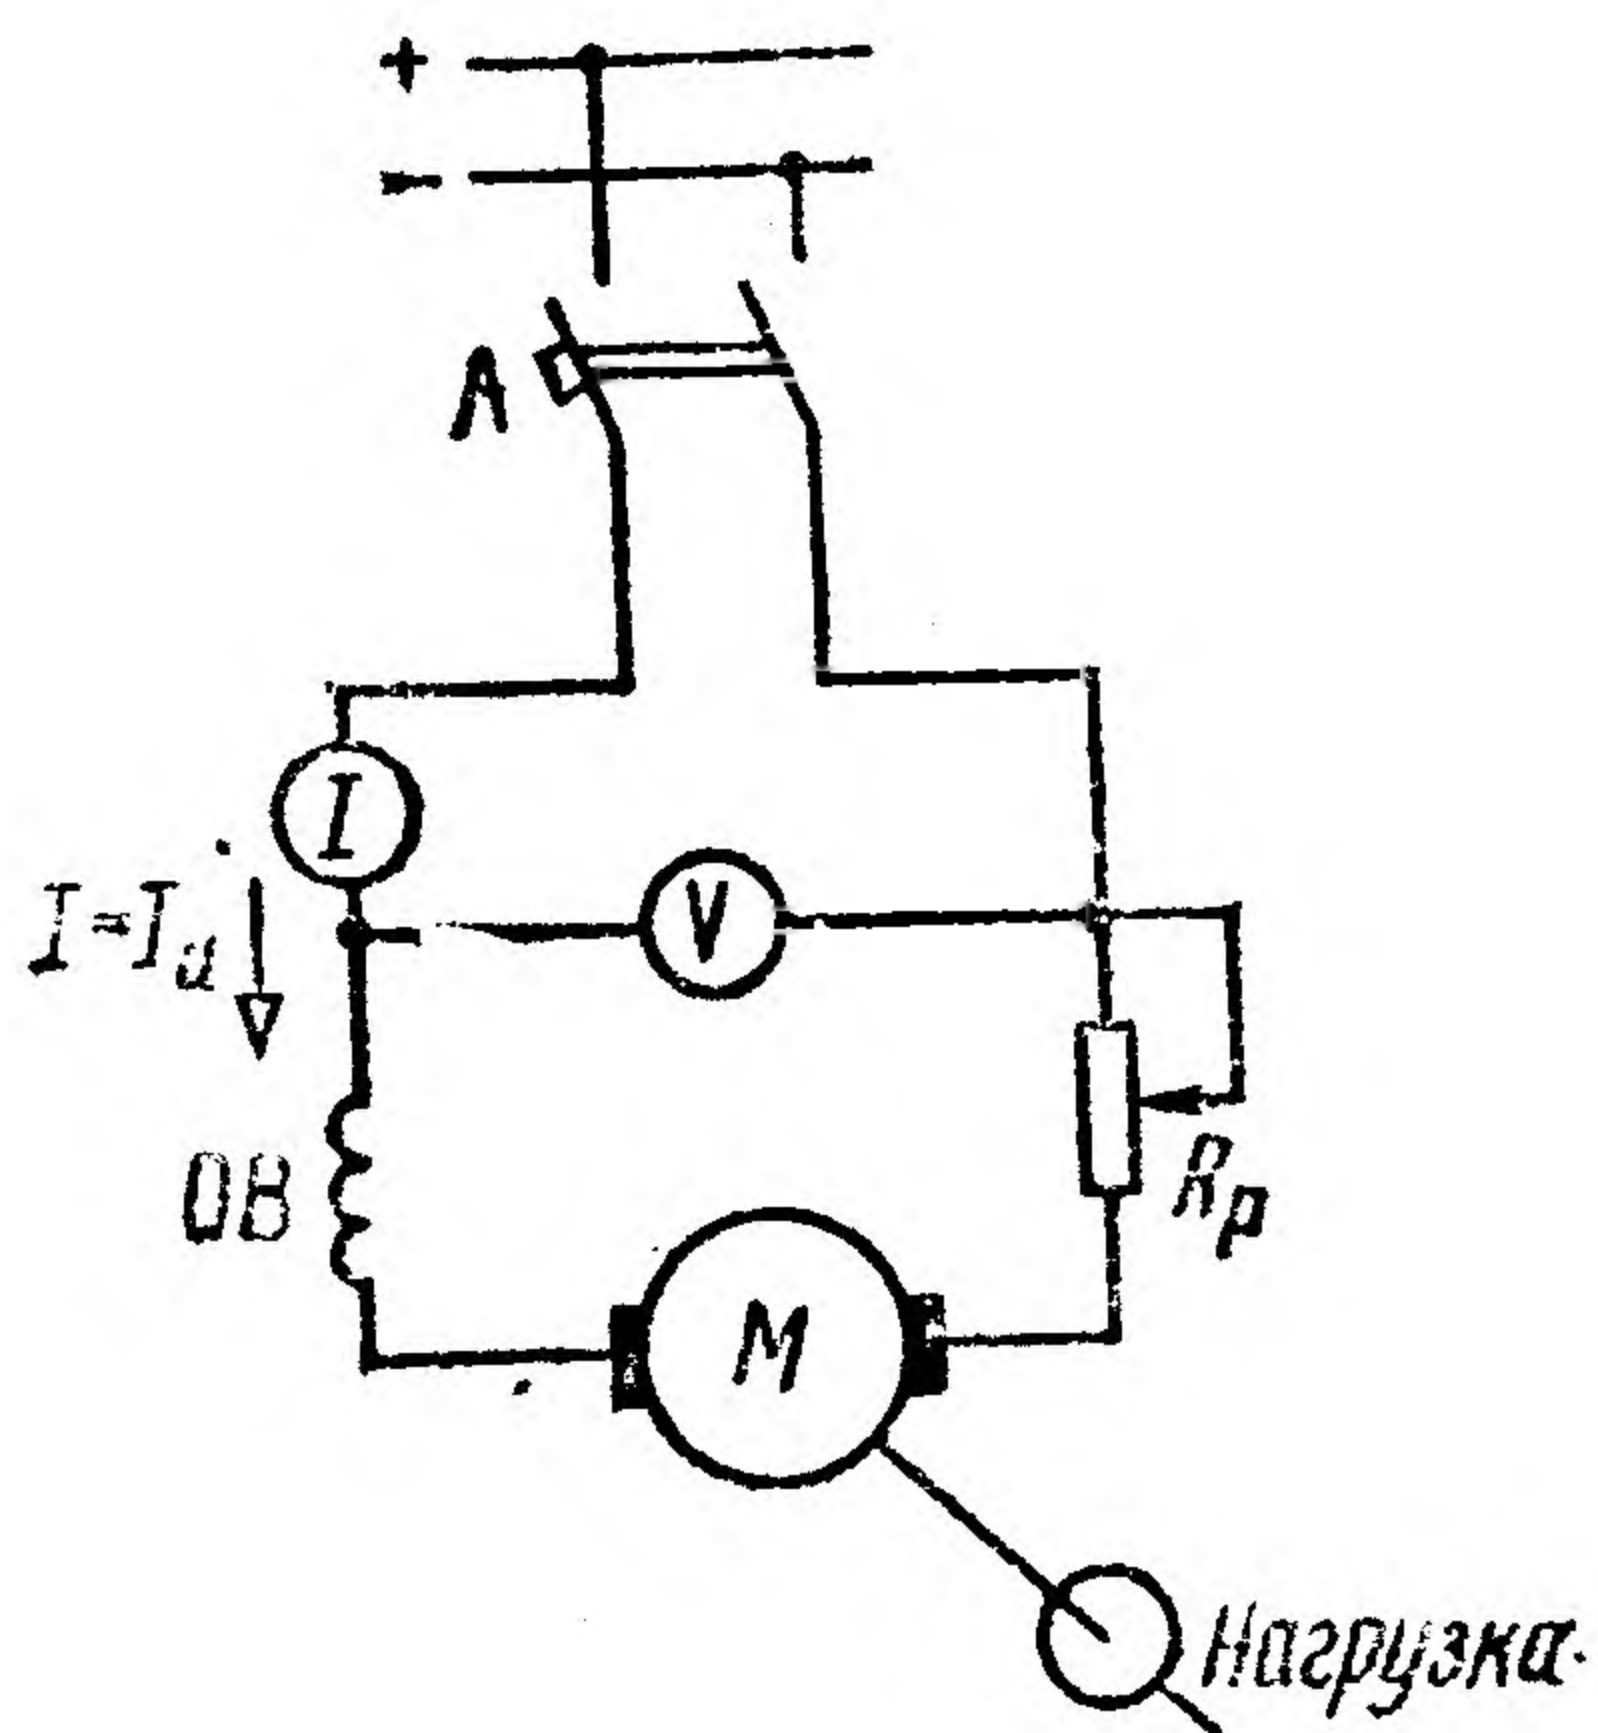

Рис. 91
**Пример 21.** Электродвигатель постоянного тока с последовательным возбуждением (рис. 91) присоединен к сети с напряжением  $U_{\text{ном}} = 110 \text{ В}$  и вращается с частотой  $n = 1500 \text{ об/мин}$ . Двигатель развивает